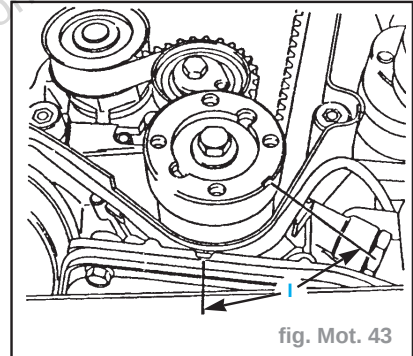

fig. Mot. 43
- Avant de déposer la courroie crantée - tourner la vis de fixation de la roue d'entraînement de la courroie crantée pour amener le vilebrequin à **60°** avant le repère de PMH (fig. Mot. 43).
- Avant de déposer la courroie crantée, régler le vilebrequin à **60°** avant le repère de PMH (fig. Mot. 43).